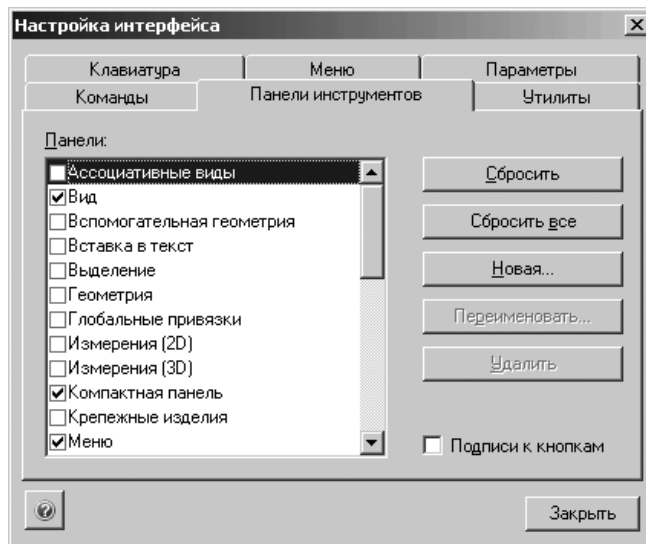

Рис. 9.56. Диалоговое окно **Настройка интерфейса** с открытой вкладкой **Панели инструментов**
- щелкните в диалоговом окне **Настройка интерфейса** по вкладке **Панели инструментов**. Откроется вкладка **Панели инструментов** (рис. 9.56).